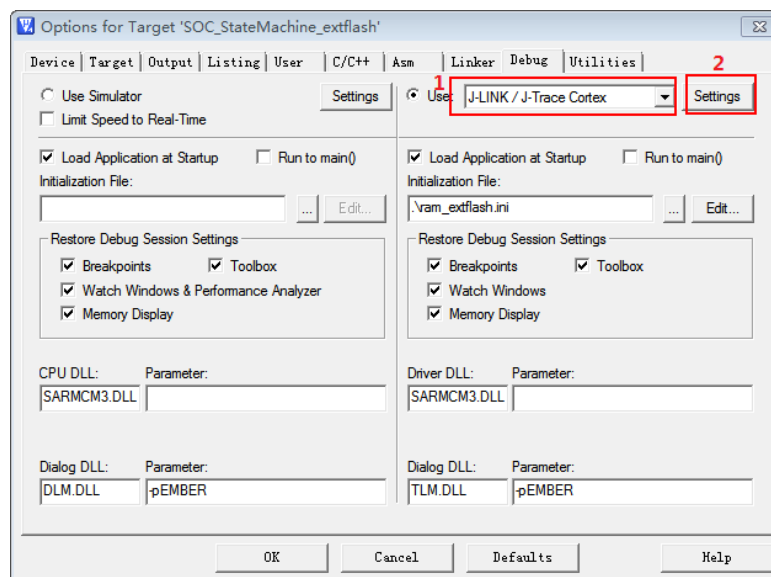

图 2.2-5 仿真器选择
2. 配置 Dubug Setting 选项, 在图 2.2-5 的基础上点击"Setting"进入 Setting 配置窗口, 在窗口中找到"ort:"选择 SW 接口, 如果链路连接没问题且板卡已上电, 则仿真器会识别调试板的芯片, 并在 "SWDIO"窗口显示出, 如图 2.2-6。
防止下载仿真时会出现提示仿真器错误，需要此处和上图2.2-5的的仿真器类型做同步配置。